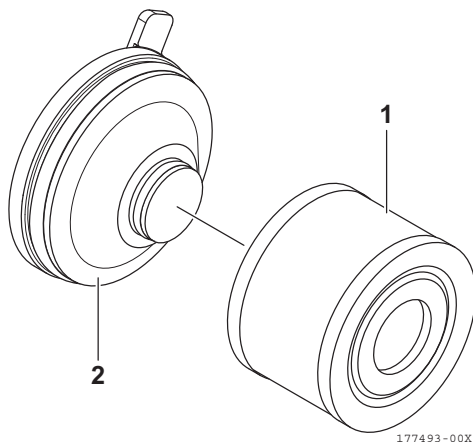

Figura 13
4. Retire o cartucho do filtro (1, **Figura 13**) do conjunto da tampa (2, **Figura 13**).